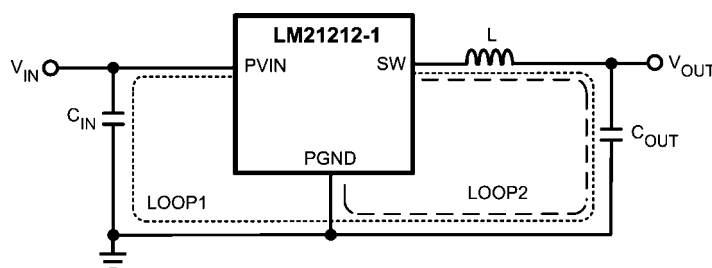

FIGURE 15. Schematic of LM21212-1 Highlighting Layout Sensitive Nodes
1. スwitchングされた電流ループの面積を最小限に抑えます。降圧型レギュレータには電流が高いスルーレートでスイッチする2個のループが存在します。最初のループは入力コンデンサから始まり、レギュレータの PVIN ピン、レギュレータの SW ピン、インダクタ、そして出力コンデンサと出力負荷につながる経路です。もう1つは、出力コンデンサのグラウンドから始まり、レギュレータの GND ピンを通して、インダクタから出力負荷へと至るループです (Figure 15 を参照)。両方のループ面積を最小化するために、入力コンデンサを VIN ピンの可能な限り近くに配置してください。入力コンデンサと出力コンデンサのグラウンドは近くにしてください。理想的には、表面層にグラウンド・プレーンを配置し PGND ピン、デバイスの露出パッド (EP)、入力コンデンサと出力コンデンサのグラウンド接続をデバイスのピン 10 とピン 11 の近くの小さな面積で接続してください。インダクタを SW ピンと出力コンデンサの可能な限り近くに配置してください。